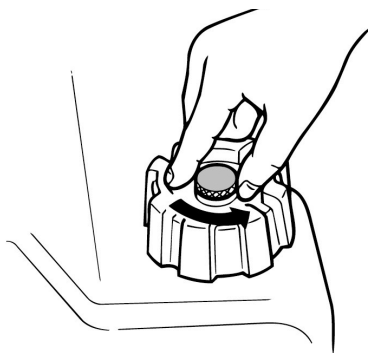

Рис. 25 Воздушный винт
2. Открутите воздушный винт на крышке внешнего топливного бака на 1-2 оборота (Рис. 25).